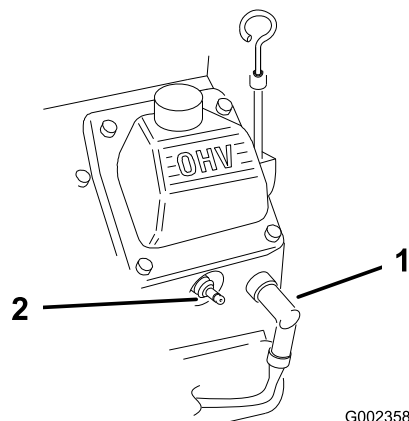

Figure 50
2. Débranchez les bougies (Figure 50).